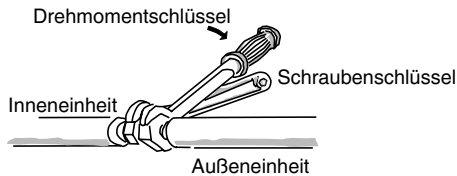

Abb. 7-6
- (2) Die aus der Wand hervorstehende, auf der Innenseite befindliche Kühlmittelleitung fest mit der außenseitigen Leitung verbinden.
- (3) Die Überwurfmutter spezifizierten Anzugsdrehmoment festziehen.
- Wenn die Überwurfmutter von den Verbindungsstücken abgenommen oder nach dem Anschließen der Leitungen festgezogen werden, müssen unbedingt zwei Universalschraubenschlüssel oder Maulschlüssel verwendet werden. (Abb. 7-6)